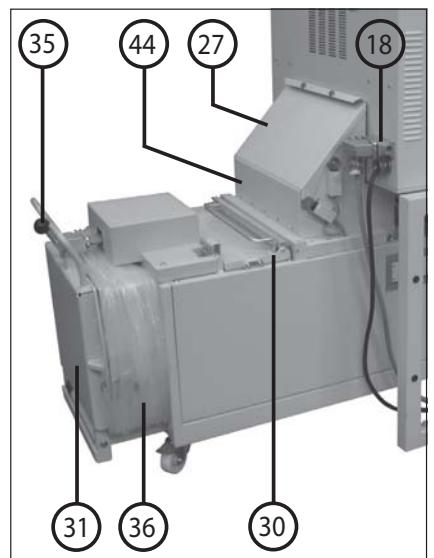

Fig. 2
Cuando la cámara dentro del embudo (44) (fig. 2) está llena por completo con material cortado debido a una retención de material en la apertura de alimentación del compactador, la instalación se desconectará debido a la tapa de cubierta levantada (27) (fig. 2). El indicador de control (9) "Retención en la salida" parpadea.